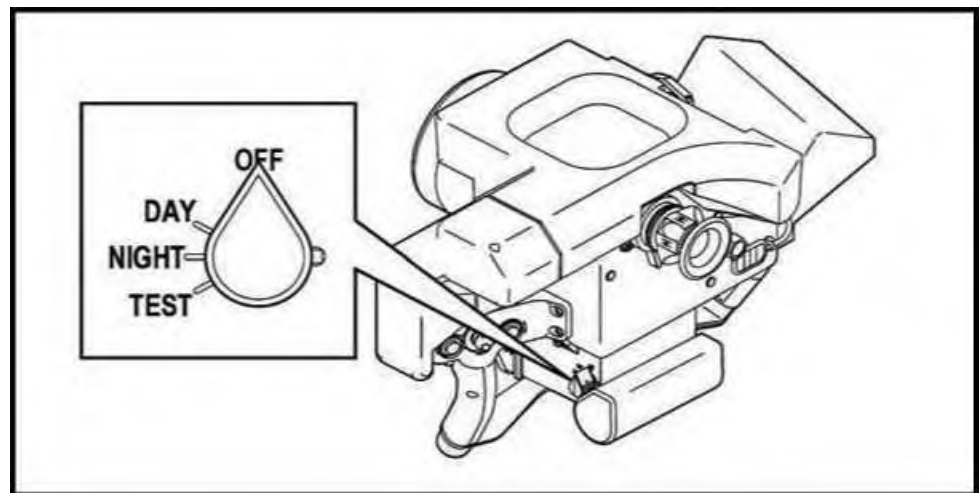

Рисунок 6.41 – Вимикач живлення
9) повернути перемикач живлення з позиції OF до позиції NIGHT (рисунок 6.41);